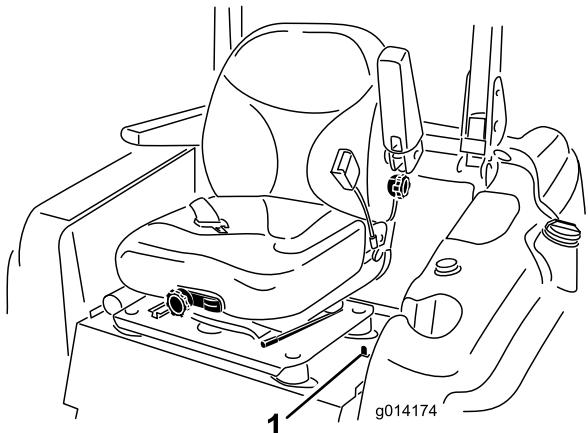

図 23
1. 運転席の左側に配置されている座席固定ラッチを後ろに倒すと、運転席全体を前に倒せるようになる(図 23)。